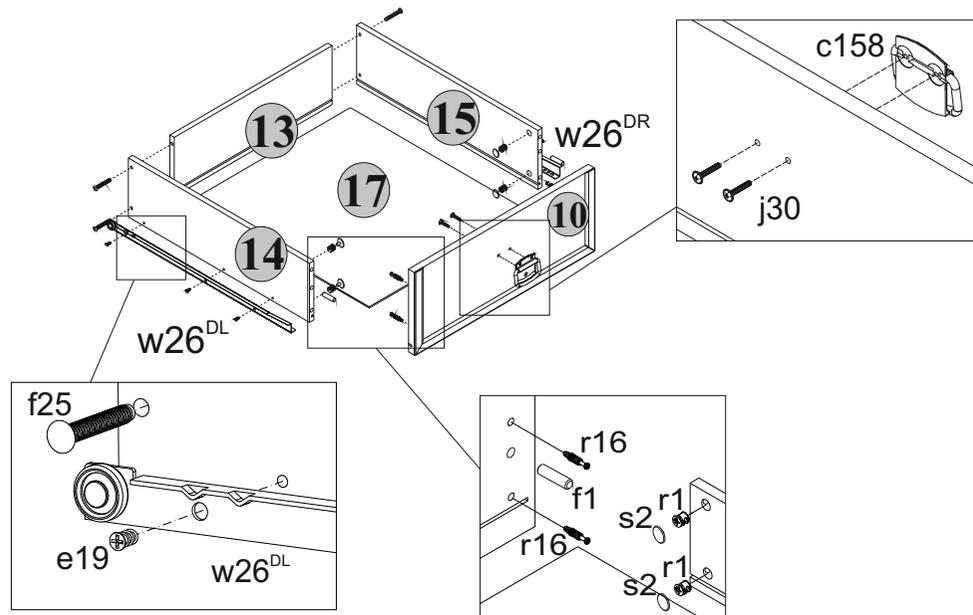

Рис. 3
5.23 В отверстия диаметром **8 мм** на передних кромках стенок боковых **14** и **15** ящиков вбить деревянные шканты **ф1 (см.рис.3)**.
5.24 В отверстия диаметром **15 мм** на внутренних поверхностях стенок боковых **14** и **15** ящиков вставить стяжки эксцентриковые **г1 (см.рис.3)**.
5.25 В отверстия диаметром **5 мм** на внутренних поверхностях панелей ящиков **10** с помощью крестообразной отвертки вкрутить винты стяжки **г16 (см.рис.3)**.
5.27 Соединить панели ящиков **10** с корпусами ящиков и затянуть стяжки эксцентриковые **г1**, пользуясь специальным ключом **з1**. Закрыть стяжки эксцентриковые заглушками **с2 (см.рис.3)**.